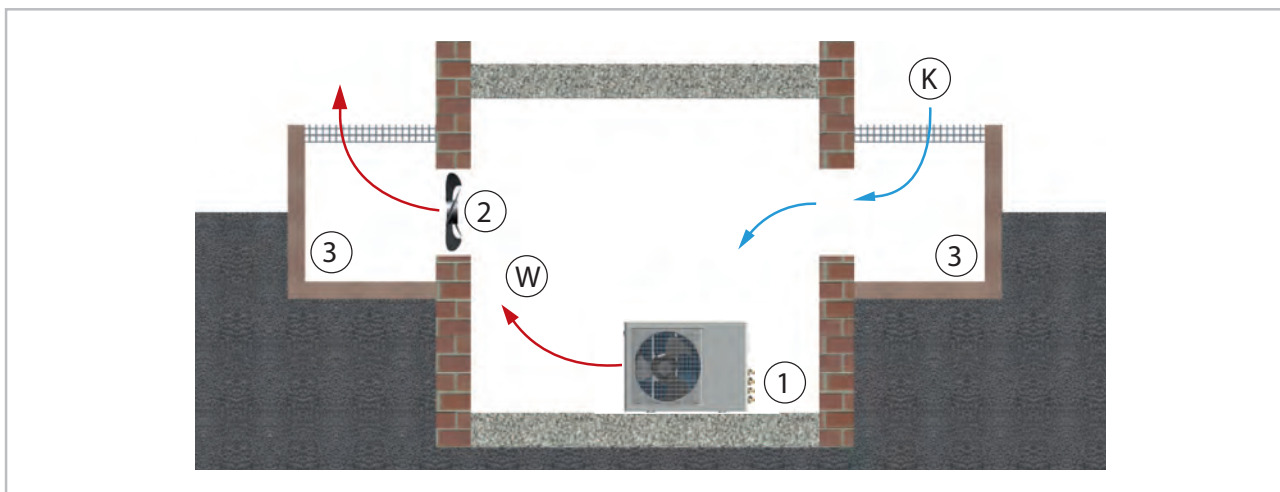

Abb. 8: Aufstellung im Gebäudeinneren
- Sorgen Sie für eine ausreichende Wärmeabfuhr, wenn das Außenteil im Keller, auf dem Dachboden, in Nebenräumen oder Hallen aufgestellt wird (Abb. 8).
- Installieren Sie einen zusätzlichen Ventilator, der über den gleichen Luftvolumenstrom des im Raum aufzustellenden Außenteiles verfügt und der event. zusätzliche Druckverluste durch Luftkanäle kompensieren kann (Abb. 8).